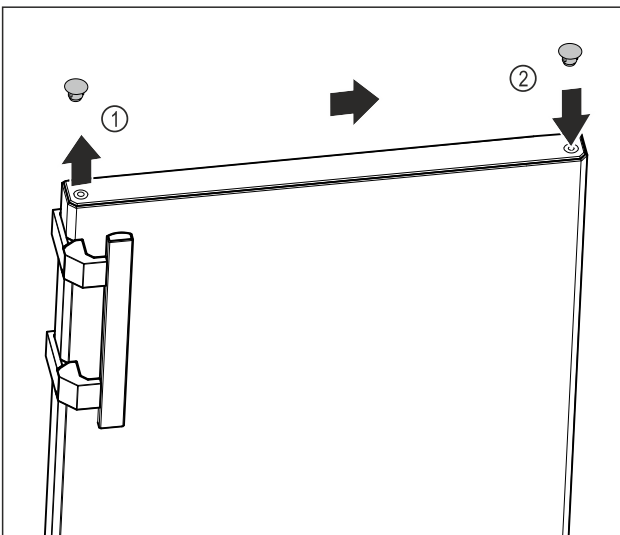

Fig. 10
- ▶ С плоска отвертка внимателно повдигнете покриващата тапа от горната страна на вратата Fig. 10 (1) и я извадете.
- ▶ Поставете покриващата тапа от другата страна. Fig. 10 (2)